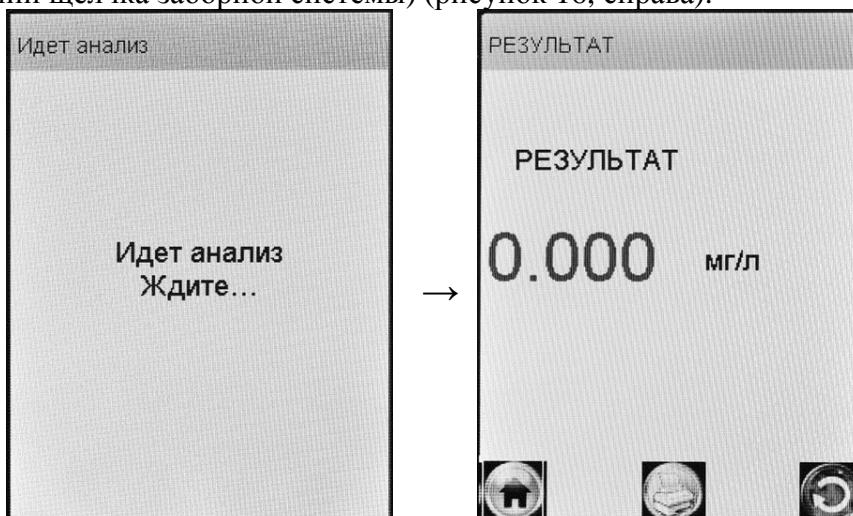

Рисунок 16 – Предъявление результата измерения
2.7.14 После того, как проба воздуха отобрана, и произведен анализ, на экране предъявляется результат измерения (в сопровождении щелчка заборной системы) (рисунок 16, справа).